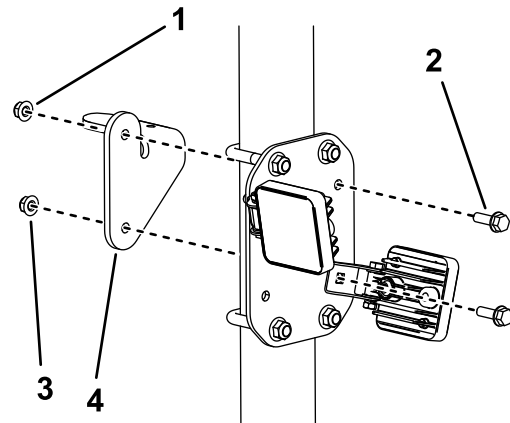

Figura 10
2. Monte la baliza en el soporte e instale el conjunto de baliza, como se muestra en la Figura 10.